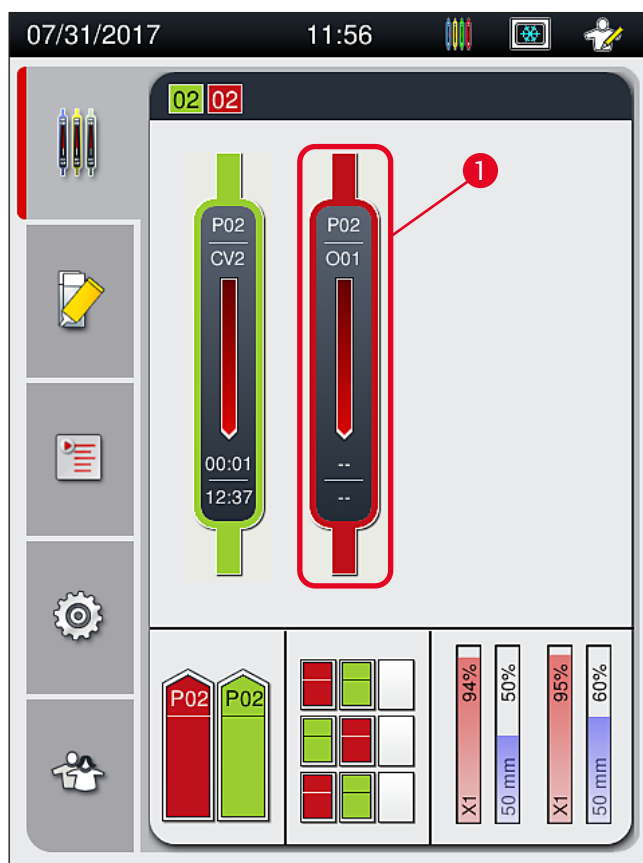
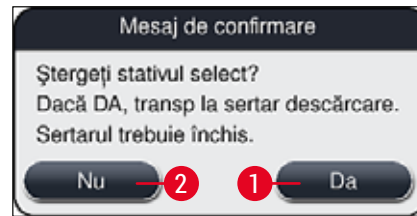

Fig. 78
Fig. 80
- ① Operațiunile de aplicare a lamelelor pot fi abandonate exclusiv prin utilizarea indicatorului stării procesului (→ Fig. 78).
După apăsarea butonului **Abandonare stativ** (→ Fig. 79-1), apare un mesaj de informare (→ Fig. 80). Confirmați anularea prin butonul **Da** (→ Fig. 80-1) sau apăsați **Nu** (→ Fig. 80-2) pentru a vă reîntoarce la afișajul de stare a procesului (→ Fig. 78).